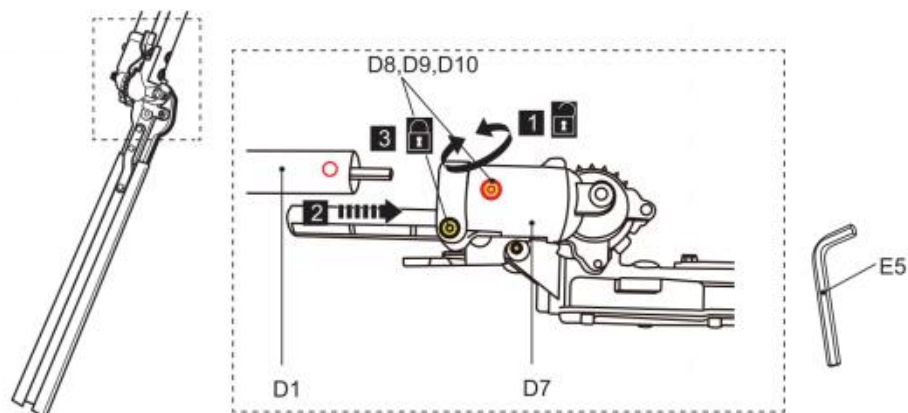

Fig. 20
- 1) Lösen Sie die Schrauben (D8) mit dem Werkzeug (E5), bis die untere Stange (D1) in die Halterung (D7) eingesetzt werden kann (Abb. 20, Schritt 1). Entfernen Sie die Schrauben (D8), die Federscheiben (D9) und die Unterlegscheiben (D10) nicht von der Halterung (D7).
- 2) Richten Sie die untere Stange (D1) aus und setzen Sie sie mit einer Drehbewegung bis zum Anschlag in die Halterung (D7) ein, bis die Befestigungsbohrung mit dem Bolzen fluchtet. Verwenden Sie die Pfeilmarkierung zur Ausrichtung. (Abb. 20, Schritt 2).
- 3) Ziehen Sie die Schrauben (D8) fest, um den unteren Pfosten in Position zu sichern (Abb. 20, Schritt 3).